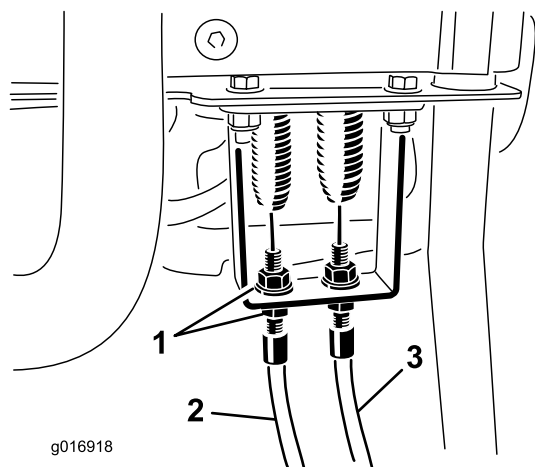
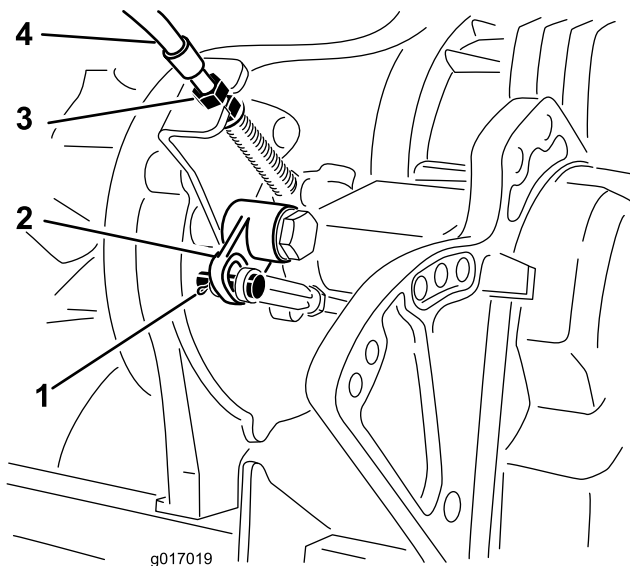

図 45
図 46
2. 走行コントロールケーブルの延長スプリング部分にたるみができていないか点検する図 45。たるみがある場合には、バルクヘッド図 46 についているジャムナットを調整してたるみを取るスプリングを伸ばさない。
4. ベルクランクロッドのクレビスをベルクランクレバーに固定しているコッターピンとクレビスピンを外す。ベルクランクレバーからクレビスを外す図 46。
7. トランスミッションのバルクヘッド図 46で、先ほどの調整に合わせてケーブルのジャムナットを調整してベルクランクへの距離を小さくする。
8. ケーブルの調整は、コントロールパネルのバルクヘッドのところでいい、ケーブルのジャムナットを回転させて、スプリングが伸びずにケーブルのたるみが完全になくなるように調整する図 45。
3. コントロールハンドルのバルクヘッド部で、リールコントロールケーブルをゆるめてケーブルにたるみを持たせる図 45。